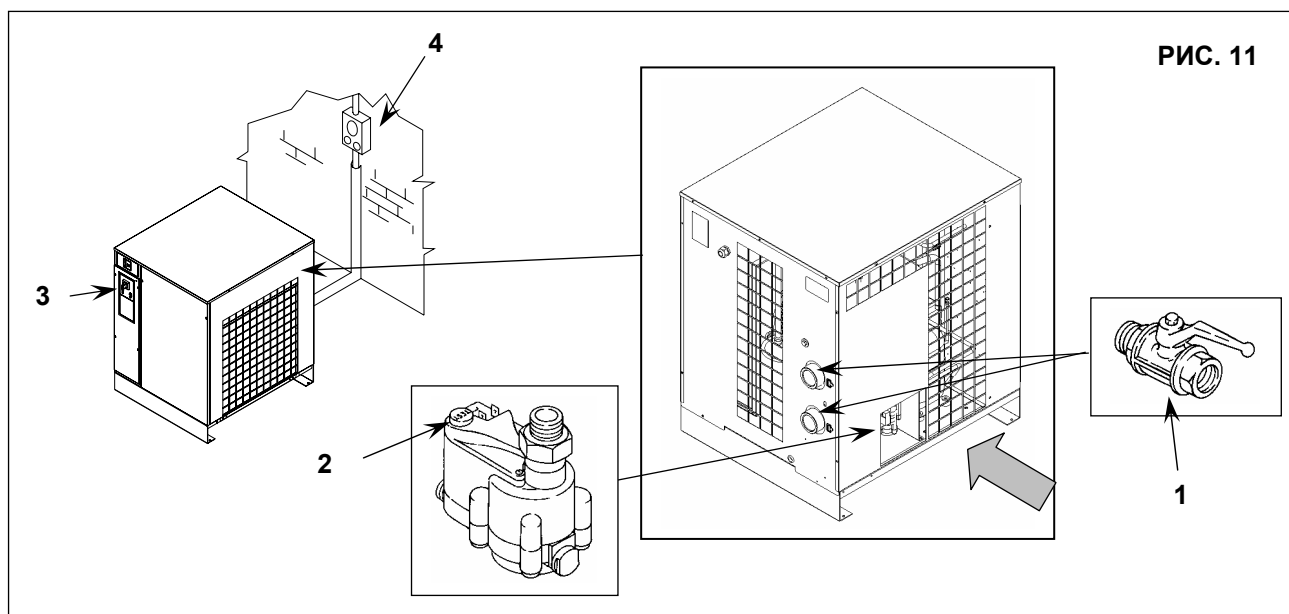

РИС. 11
- Закройте краны, поз. 1, рис. 11
- Сбросьте давление в осушителе, нажав кнопку слива конденсата "TEST", расположенную на паротделителе, поз. 1, рис. 11
- Выключите устройство. Поверните переключатель в положение "STOP", поз. 3, рис. 11
- Включите автоматический дифференциальный переключатель питания, поз. 4, рис. 11